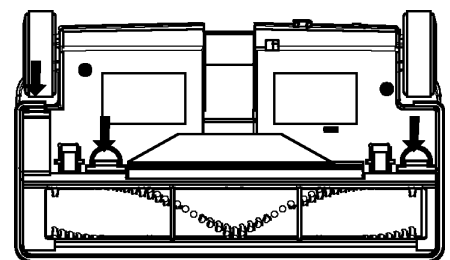

Figure 6
2. Pressez les 3 agrafes à ressort (comme montré à la figure 6) et retirez le couvercle de la brosse.